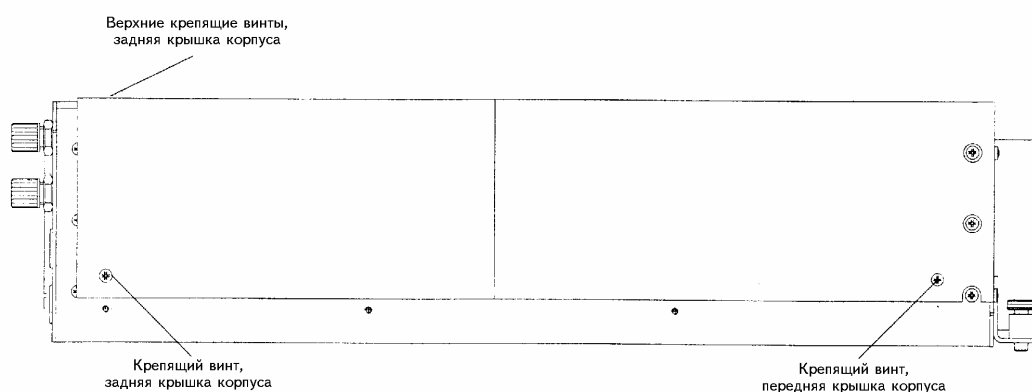

Рис. 15-1. Анализатор MLT 1 (корпус для платформы)
- m** Отверните крепящие винты с обеих сторон корпуса (Рис. 15-1).
- m** Для снятия задней крышки отверните дополнительный крепящий винт сверху корпуса (Рис. 15-1).